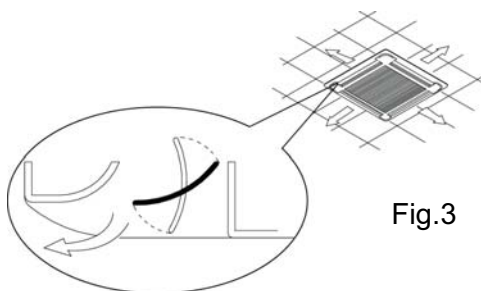

Fig.3
- Il est recommandé de centrer parfaitement l'unité dans la pièce afin d'optimiser la distribution d'air. (Fig.3)